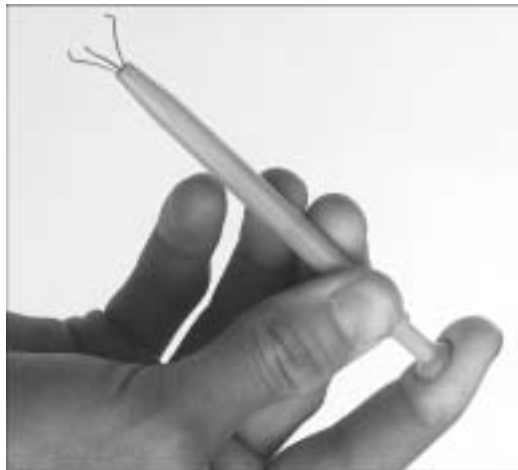

Рис. 24.3. Зажим, с помощью которого удерживают и извлекают небольшие детали
*Пинцетом и зажимом* удерживают небольшие винты или перемычки, которые неудобно брать рукой (рис. 24.3). Пинцет особенно пригодится, если вы уроните внутрь небольшую деталь; ее можно вынуть, не разбирая компьютера.